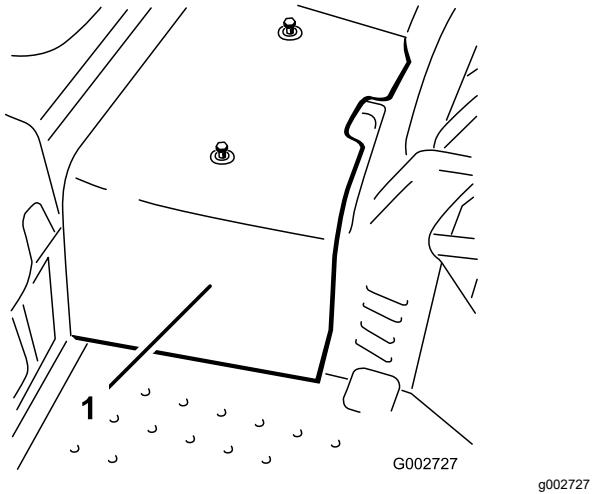

图 34
2. 拧掉将中央护罩固定到机器的 2 个螺丝然后取下护罩 图 34。